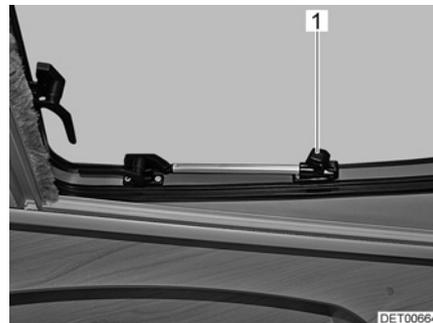

Fig. 30 Tragaluz con soportes giratorios, abierta
- Abrir el tragaluz hasta la posición deseada y fijarlo con el botón moleteado (Fig. 30,1).
- Girar el botón moleteado (Fig. 30,1) hasta que se libere el bloqueo.